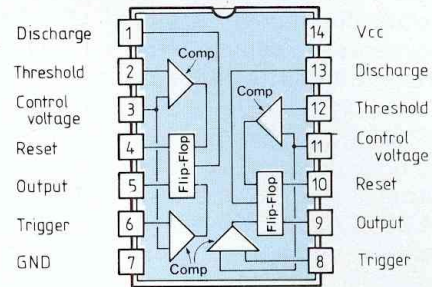

Fig. 3
La structure interne du 556 fait l'objet de la figure 3, elle permet de constater la parfaite symétrie du brochage du boîtier avec la masse en (7) et le VCC en (14) comme la plupart des circuits logiques et notamment le CD4011 que nous utiliserons également dans ce montage.